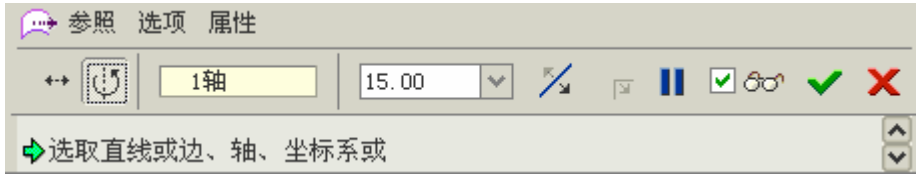

图 34-10
- (1) 选中步骤 4 建立的曲面，单击特征工具栏中的按钮，打开曲面移动特征操控板。
- (2) 选择旋转移动，设定旋转角度为 15°，如图 34-10 所示。